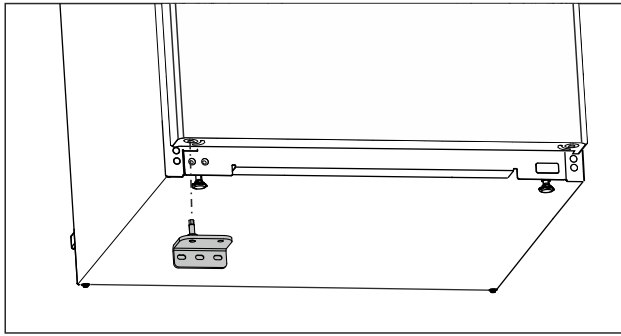

Fig. 25
- ▶ Vendosni bazamentin mbështetës të poshtëm në anën e kundërt. (shihni Fig. 25)